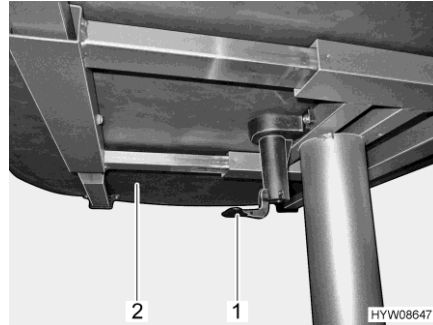

Fig. 96 Palanca para desplazamiento del tablero de la mesa
- Tirar o empujar la palanca (Fig. 96,1) hacia abajo.
- Desplazar a la posición deseada el tablero de la mesa (Fig. 96,2).